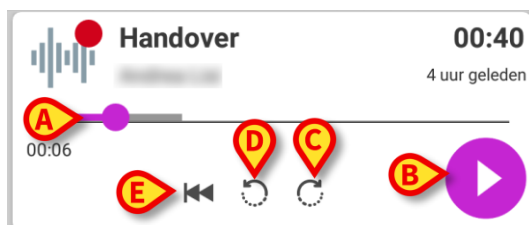
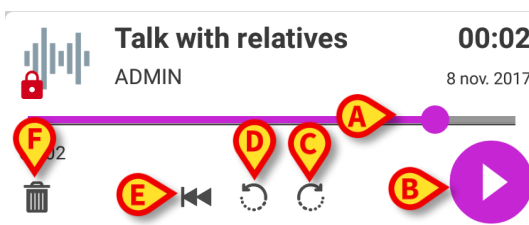
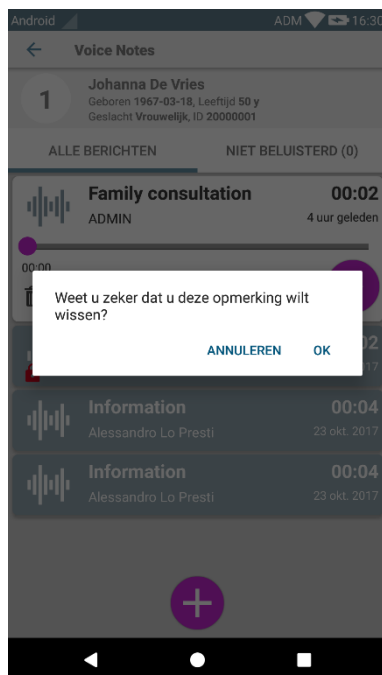

Fig 112 – niet-opgenomen gesproken bericht
Fig 113 - privé bericht, uitwisselbaar door de auteur
Fig 114
de nu uitgevouwen tegel toont de bedieningsknoppen van de audiospeler (Fig 112 en Fig 113).
- zoekbalk (Fig 112 en Fig 113 **A**): druk op de schuifknop en beweeg hem naar rechts of links om het huidige voortgangsniveau in te stellen;
- speel het bericht af (Fig 112 en Fig 113 **B**);
- sla 10 seconden voorwaarts over (Fig 112 en Fig 113 **C**);
- sla 10 seconden achterwaarts over (Fig 112 en Fig 113 **D**);
- ga terug naar het begin (Fig 112 en Fig 113 **E**);
- wis het bericht (optioneel weergegeven - Fig 113 **F**).
- ❖ Met de bevestigingsicoon ✓ (op dezelfde plaats als het symbool Fig 113 **F**), indien aanwezig, kan het bericht als "beluisterd" worden gemarkeerd. Druk op de icoon om het bericht als "beluisterd" te markeren;
Ingesproken berichten worden automatisch gewist nadat hun levensduur is verstreken. Gewiste berichten kunnen niet worden teruggekregen. Alleen de auteur is bevoegd zijn/haar bericht vóór de verlooptijd te wissen, door op de icoon 🗑️ in het uitgevouwen berichtenvenster te drukken (zie Fig 113). Deze handeling moet worden bevestigd (Fig 114):